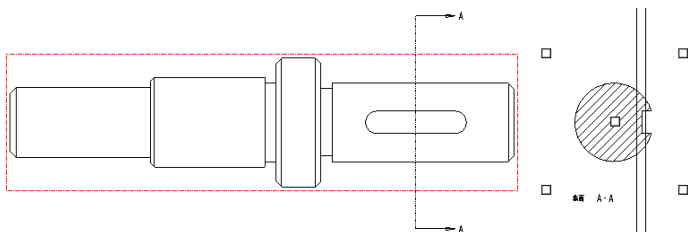

图 12-111 设置剖面后的效果
- 10 在“绘图视图”对话框中单击“应用”按钮，此时工程图如图 12-111 所示。